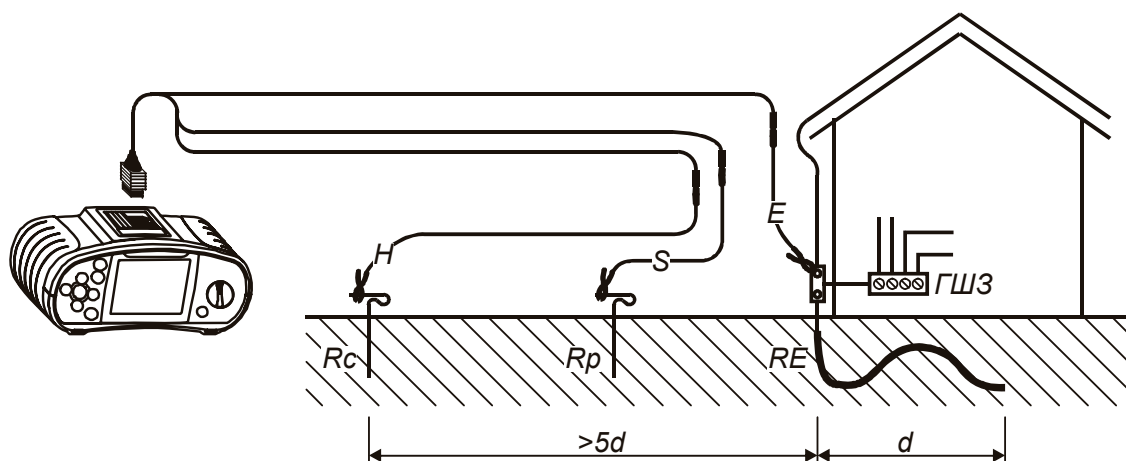

Рисунок 5.44: Подключение стандартных измерительных проводов (20 м)
- Потенциальный зонд (S) размещается между заземлителем (E) и вспомогательным токовым зондом (H) на контрольном участке грунта (см. рисунок 5.44).